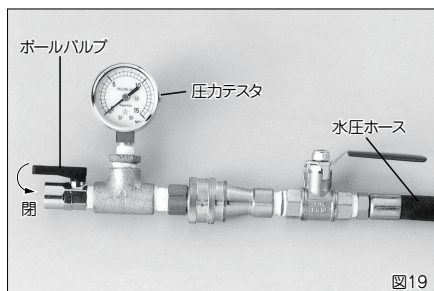

図19
タンク内の水を強制的に排出する場合は、付属の圧力テストを水圧ホースのカプラに差込み、ボールバルブを開いてリモコンスイッチの上昇ボタンを押してください。水は約45秒で完全に排出されます。(図19)
- ⑦水を排出するときは、付属のビニールホースをドレンバルブの下に差し込みドレンバルブを開けてください。タンク内の水を強制的に排出する場合は、付属の圧力テストを水圧ホースのカブラに差し込み、ボールバルブを開いてリモコンスイッチの上昇ボタンを押してください。（21ページ図19）
- ① 全てを運転状態にし、水圧ホースとアップパー本体との接続部のカプラを外して付属の圧力テストを水圧ホースに差込んでください。(図19)
- ② 圧力テストのボールバルブを閉じ、リモコンスイッチの上昇ボタンを押すと圧力が指示されます。
- ③ 設定圧力になっていない場合ポンプの右側のリリーフ弁の袋ナットをスパナ(21mm)で外し、マイナスドライバーで調整します。右に回すと高圧、左に回すと低圧になります。
- ④ 所定の圧力を選定した後、下降ボタンを押して圧抜きをします。
- ⑤ 数回同じことを繰り返して圧力を確認後、袋ナットを締付けます。袋ナット締付け後、圧力を再確認してください。